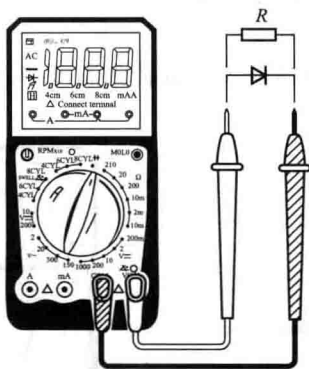

图 1-11 二极管测量
- (1) 将红表笔一端接万用表内部正电源, 黑表笔一端接万用表内部负电源。
- (2) 红、黑两表笔分别接触二极管两端, 观察读数, 如图 1-11 所示。